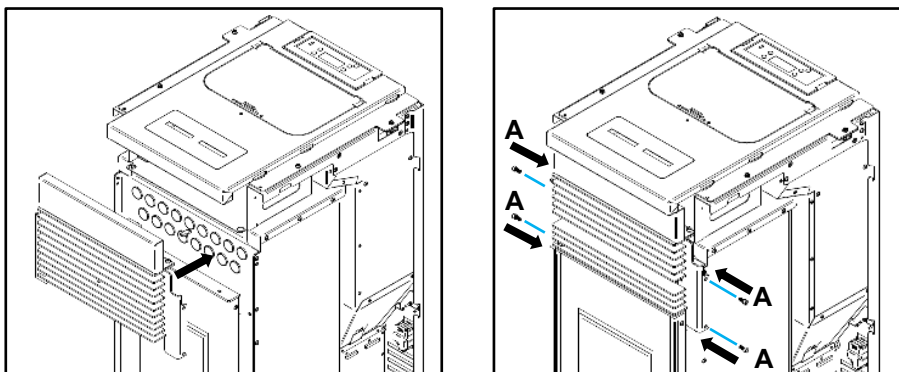

Figura 39 – Aperto da grelha frontal
e) Posteriormente, encaixar o conjunto no equipamento, utilizando quatro parafusos **A** (DIN 912 M5x12) como demonstra a Figura 39.